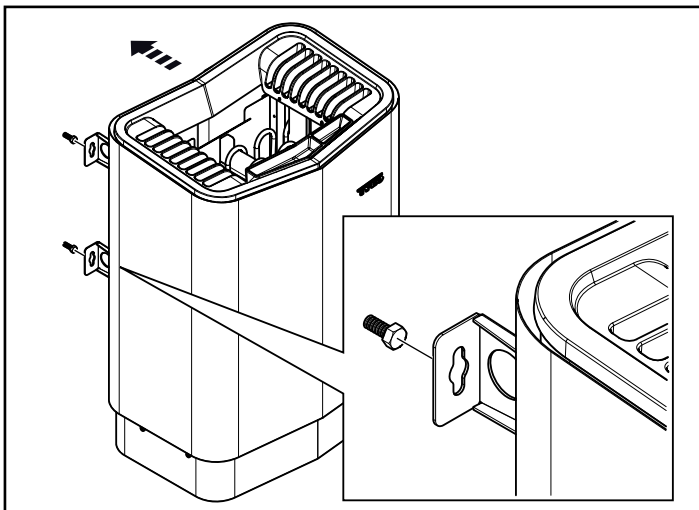

Afbeelding 18: Afstanden
6. Bevestig de schroeven van de beugel op de aangegeven afstanden (zie afbeelding 18).